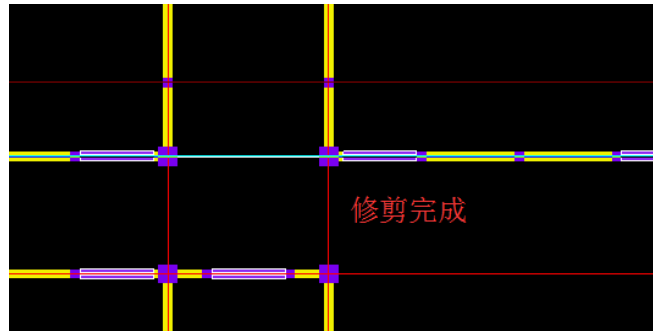

图 2-33 修剪完成
④ 修剪完成后，单击鼠标右键结束操作，如图 2-33 所示。